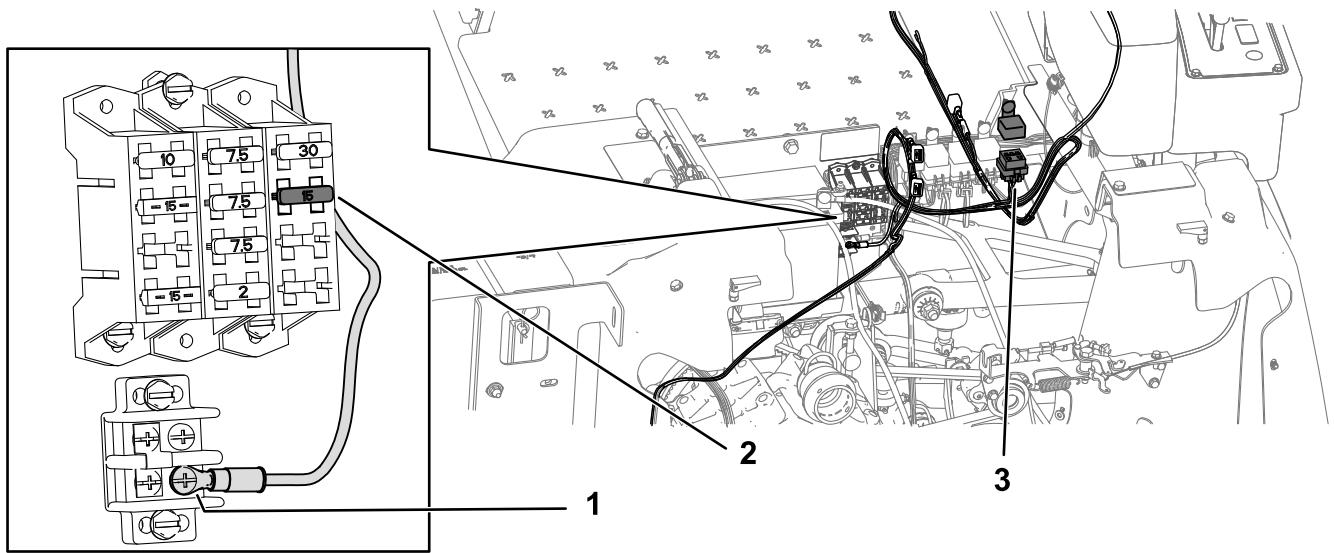

Рисунок 6
2. Присоедините провод заземления и релейный переключатель и вставьте предохранитель на 15 А в блок предохранителей (Рисунок 6).